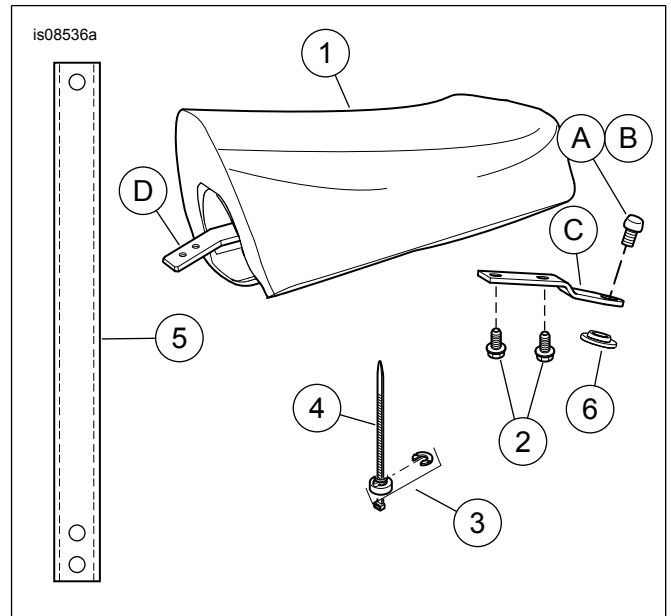

Figura 5. Piezas de servicio: Asiento trasero XL
Vea Figura 5 y Tabla 1.
8. Vea Figura 5. Sujete la pieza de soporte del asiento (B) que se extrajo en el paso 1 al asiento trasero del pasajero utilizando los tornillos de reborde (2) que se incluyen en el kit. Ajuste a 4,5–6,8 N·m (40–60 in-lbs).